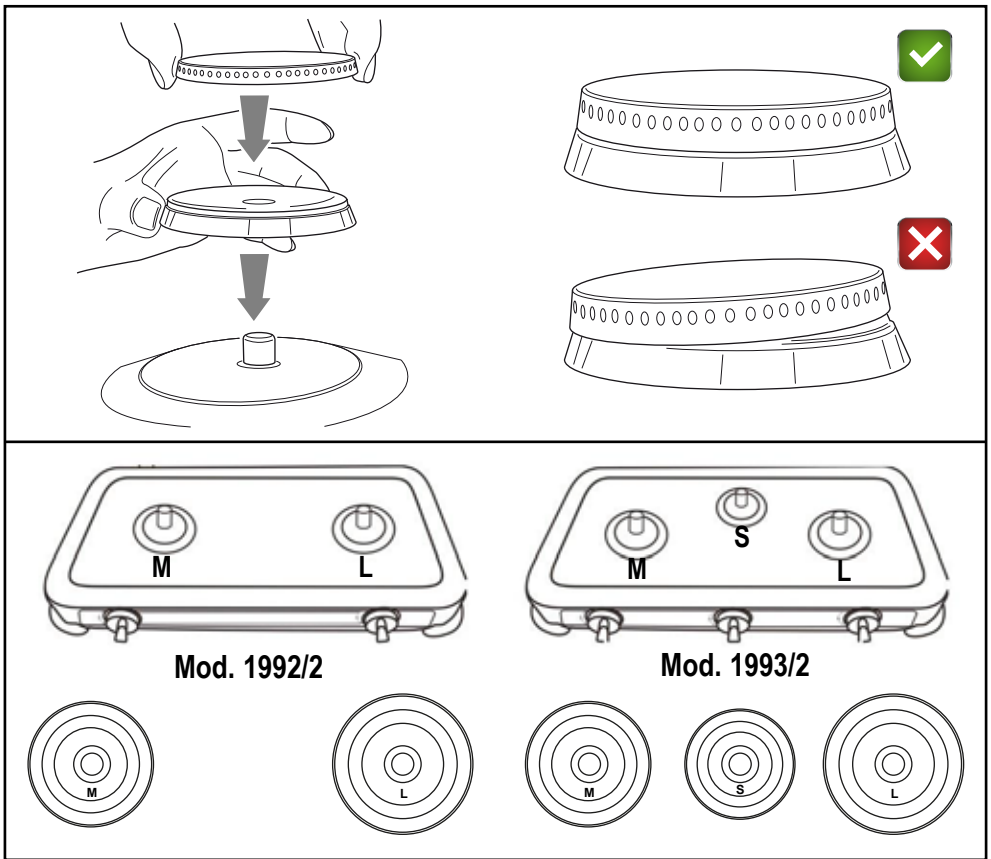

Fig. 2
- Assicurarsi che i comandi (E) siano posizionati su "0".
- Assicurarsi che le corone spartifiamma (B), gli anelli dei bruciatori (C) e la griglia di supporto (A) siano installati correttamente, come indicato nella fig. 2.
- Assicurarsi che gli anelli dei bruciatori (C) appoggino perfettamente sulla base bianca smaltata e non siano deformati.